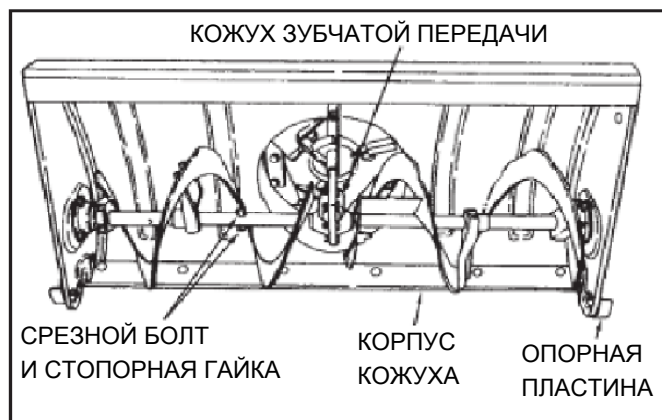

РИС. 60
- Если шнеки не вращаются, проверьте, не срезались ли срезные болты. См. рис. 60. В комплект снегоотбрасывателя входят 2 запасных срезных болта с гайкой. В дальнейшем заказывайте срезные болты у ближайшего официального дилера Husqvarna.